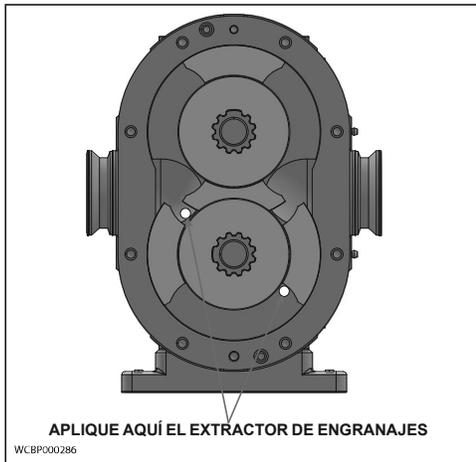

Ilustración 34 - Aplicar extractor de engranajes
3. Oriente los rotores perpendicularmente entre sí y extraiga primero el rotor con las dos alas expuestas. Manipule los rotores con cuidado para evitar mellas y arañazos. Si el rotor está atascado, utilice un extractor de engranajes o una palanca de madera dura detrás del cubo del rotor para forzarlo a salir del estriado (Ilustración 34).